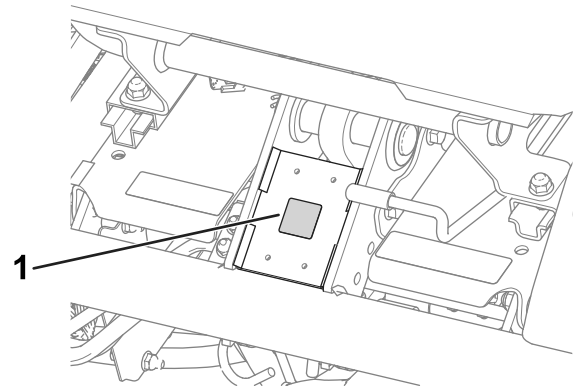

Figure 8
- Apposez l'autocollant de marque de conformité CE (réf. 93-7252) sur le cadre, sous l'avant du siège (Figure 8).